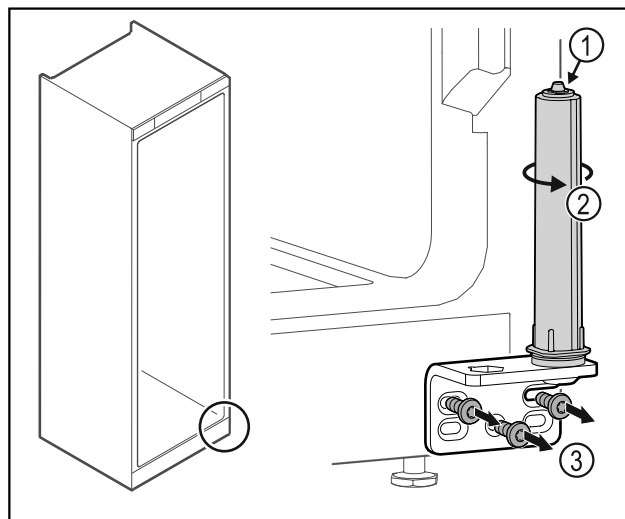

Fig. 46
- ▶ Ne pas désassembler le système de fermeture de la porte Fig. 46 (1).
- ▶ Tourner le système de fermeture Fig. 46 (2) jusqu'à entendre un clic.
- ▶ Dévisser l'équerre de la charnière Fig. 46 (3).